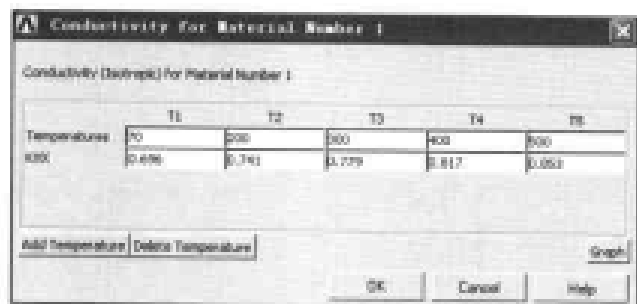

图 9-98 输入罐体材料导热系数对话框
(1) 选择 Main Menu | Preprocessor | Material Props | Material Models 命令，出现 Define Material Model Behavior 对话框。
(2) 在 Material Models Available 列表框中依次双击 Thermal、Conductivity、Isotropic 选项，出现 Conductivity for Material Number 1 对话框。
(3) 单击该对话框上的 Add Temperature 按钮 4 次，参照图 9-98 在文本框中进行输入，单击 OK 按钮关闭 Conductivity for Material Number 1 对话框。